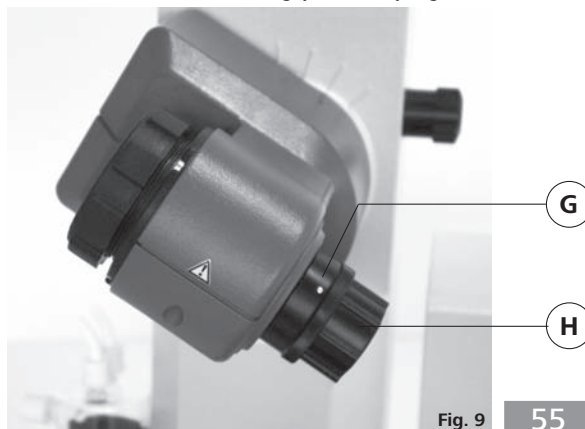

Fig. 9
- ☞ Abra el inmovilizador del tubo de paso de vapor (G) girando éste 60° en el sentido contrario a las agujas del reloj, (fig. 9).